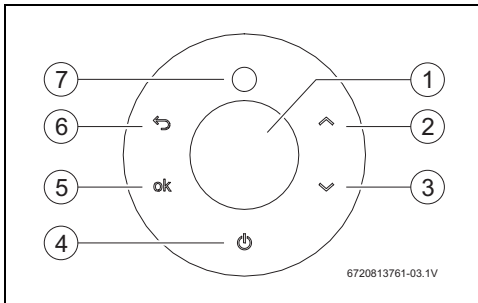

Fig. 6 Display digital
- ▶ Tocar en el símbolo . El panel muestra la temperatura deseada del agua. Siempre que el quemador enciende, el display indica (Fig. 6, [7]).